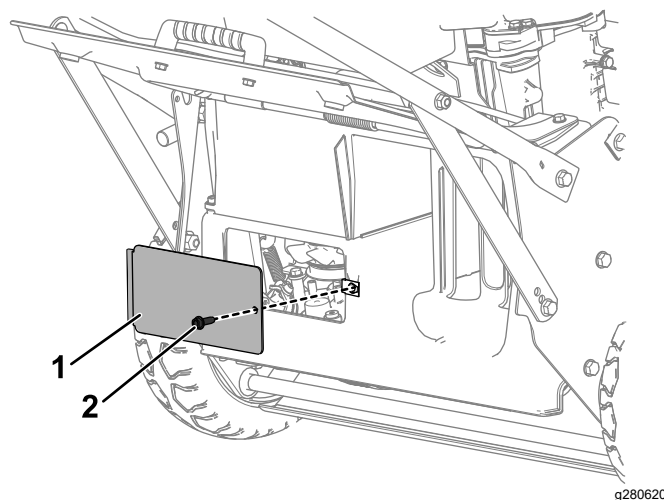

Figura 47
8. Retire a janela de visualização traseira, localizada sob o defletor de descarga traseira, removendo o parafuso que o segura no sítio (Figura 47).